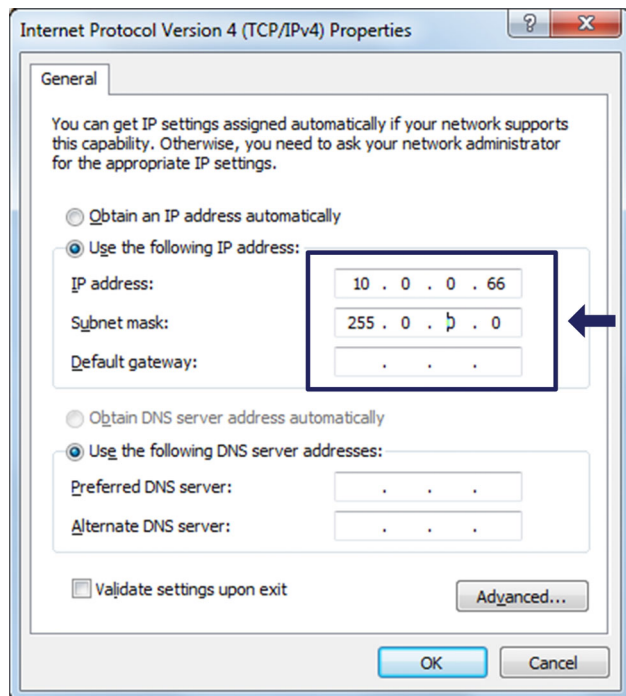

図3.9 IP およびサブネット
- ▶ IP address と Subnet mask (図3.9)を設定。